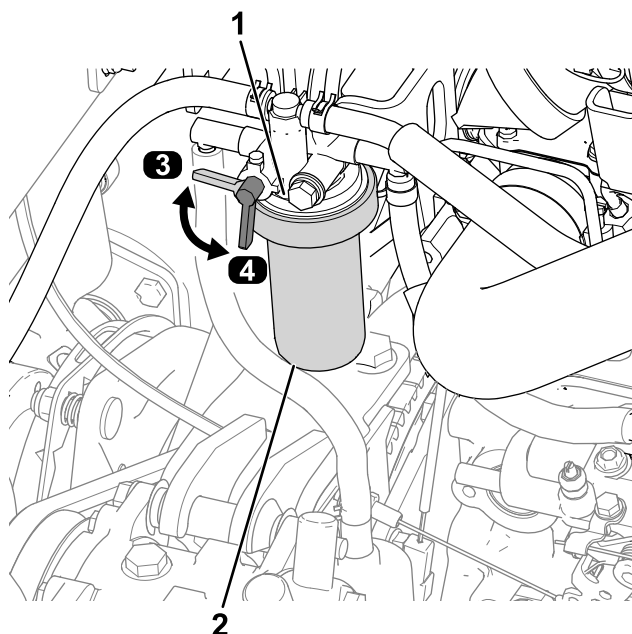

Рисунок 57
1. Переведите рычаг топливного клапана в положение ВЫКЛ (Рисунок 57).
2. Очистите поверхность вокруг головки топливного фильтра (Рисунок 57).
3. Снимите фильтр и очистите монтажную поверхность головки фильтра (Рисунок 57).
6. Переведите рычаг топливного клапана в положение ВКЛ (Рисунок 57).